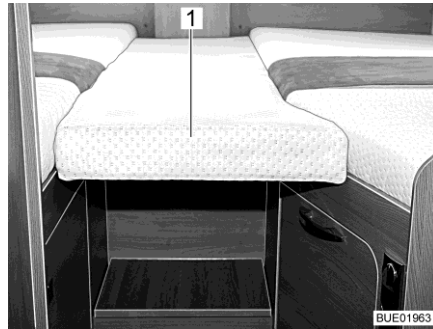
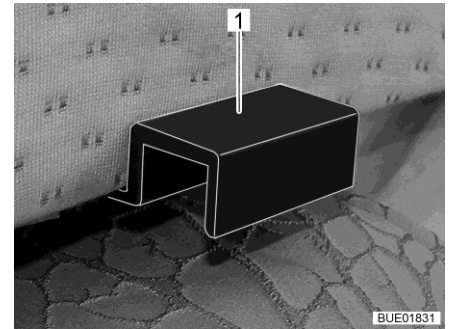

Bild 167 Extra dyna
Bild 168 Fäste extra dynor
- Häng extra dynan (Bild 167,1) med fästena (Bild 168,1) så att det blir en stängd sängyta i enkelsängarnas öppning.